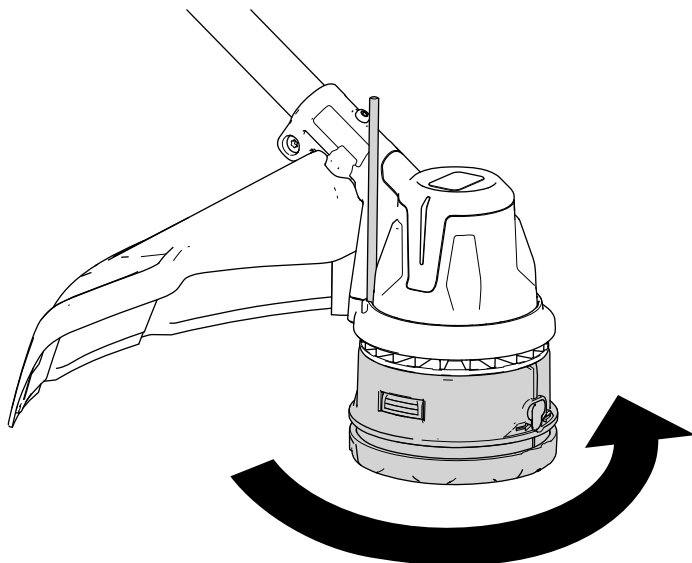

Figura 19
3. Con el cabezal de la desbrozadora inmovilizado por la herramienta, gire el cabezal de la desbrozadora en sentido antihorario para retirarla del espárrago roscado de la caja de engranajes (Figura 19).